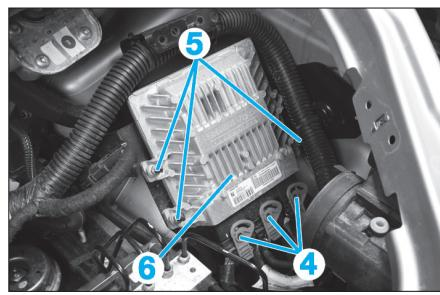

Fig. 30
- Déposer les 2 vis de fixation (2) du support.
- Basculer vers l'avant puis pivoter le calculateur de gestion de suspension pneumatique avec son support (3).
- Déposer le calculateur (3).
- Déconnecter les connecteurs (4) (Fig.30).
- les 3 vis de fixation (5),
- le calculateur de gestion moteur (6).